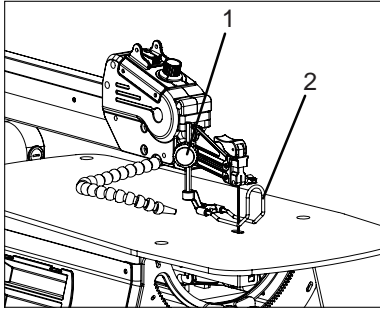

FIGURE 2
1. Desserrez la poignée du protège-lame (Fig. 2, 1) et déplacez le protège-lame (2) complètement vers le haut.